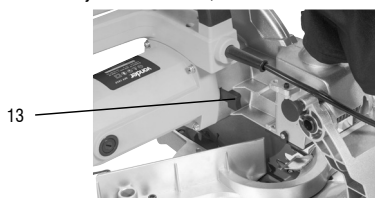

Fig. 13 – Traba del eje
- Apriete el botón de traba del eje (13) (fig. 13), y con la llave que acompaña la máquina, suelte el tornillo del eje de la sierra;